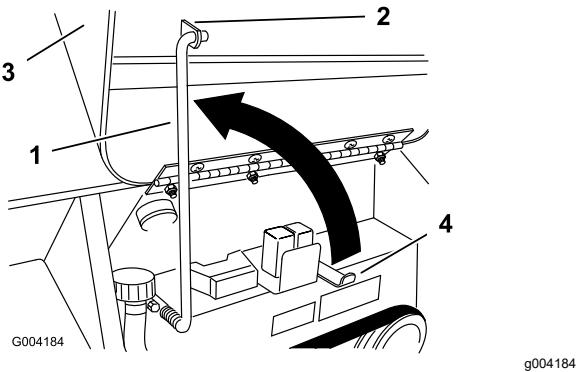

Рисунок 24
4. Отведите подпорную штангу вверху и закрепите в кронштейне на капоте (Рисунок 24).